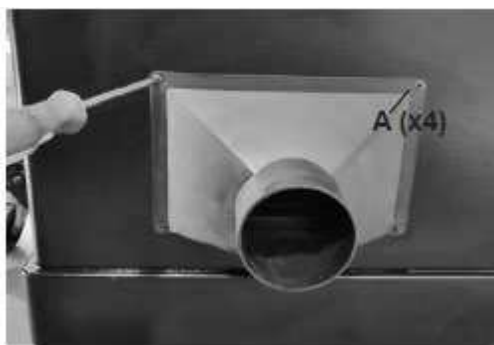

Рис. 4
2. Поместить соединитель на отверстие, расположенное внизу задней панели, и закрепить его данными четырьмя винтами (рис. 4, А) крестообразной отверткой.